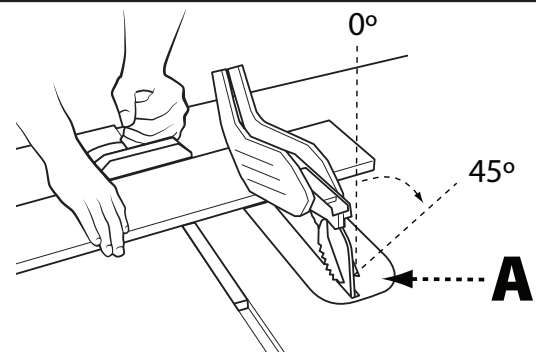

FIGURE 24
La coupe transversale en biseau est identique à la coupe transversale simple, sauf que l'angle de biseau (A) est réglé sur un angle autre que 90° . Lors d'une coupe transversale en biseau, placez le guide à onglets dans la fente droite de sorte que la lame soit inclinée à l'opposé du guide et des mains. Voir Figure 24.